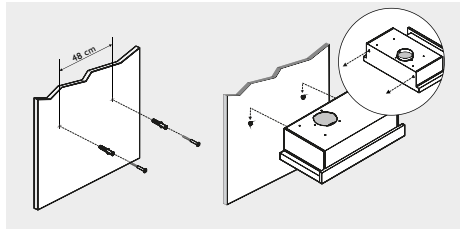

Figura 1
- Trace en la pared las líneas y puntos de referencia especificados en el la (figura 1).